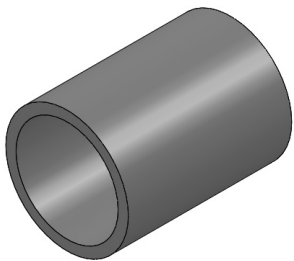

图 5-90 零件实体模型
- [1] 打开初始文件“Z5L14.prt”, 零件实体模型如图 5-90 所示。